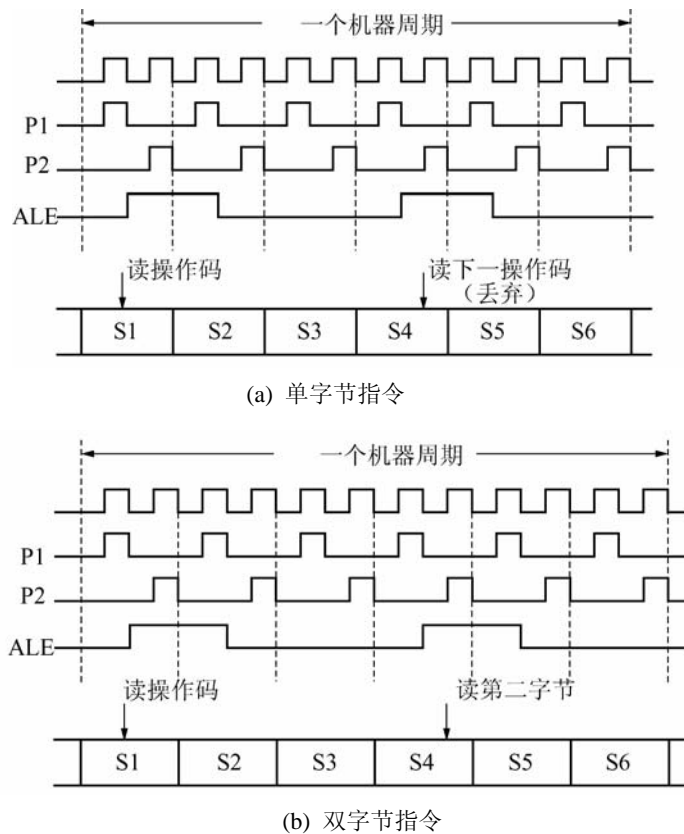
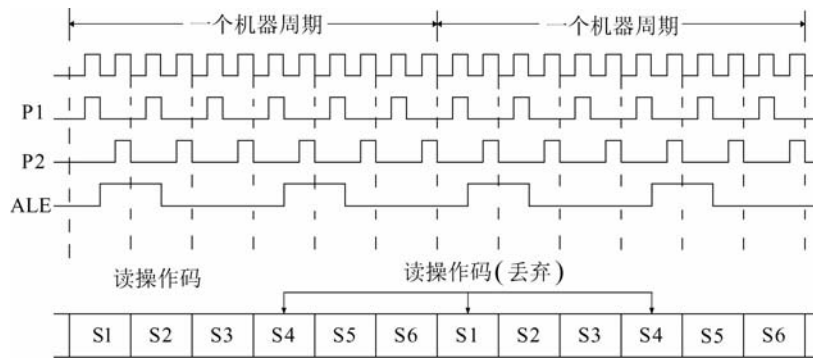

图 1.5 单周期指令的时序
图 1.6 单字节双周期指令的时序
(1) 单周期指令的时序如图 1.5 所示。对于单周期单字节指令，在 S1P2 把指令码读入指令寄存器，并开始执行指令，但在 S4P2 读下一指令的操作码要丢弃，且 PC 不加 1。对于单周期双字节指令，在 S1P2 把指令码读入指令寄存器，并开始执行指令，在 S4P2 读入指令的第二字节。无论是单字节还是双字节均在 S6P2 结束该指令的操作。
(2) 双周期指令的时序如图 1.6 所示。对于单字节双周期指令，在两个机器周期之内要进行 4 次读操作。只是后 3 次读操作无效。
在图 1.5 和图 1.6 中还示出了地址锁存允许信号 ALE 的波形。可以看出，在片外存储器不作存取时，每一个机器周期中 ALE 信号有效两次，具有稳定的频率。所以，ALE 信号是时钟振荡频率的 1/6，可以用作外部设备的时钟信号。